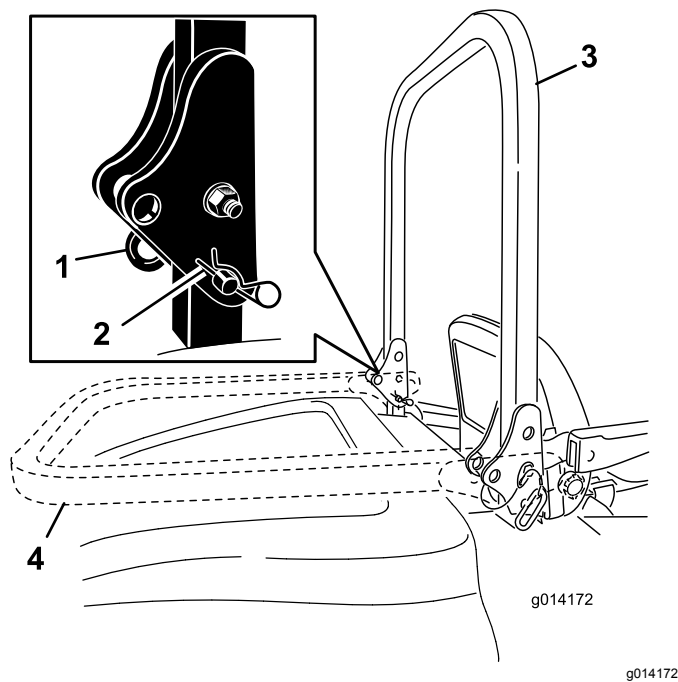

Figure 20
2. Retirez les 2 goupilles fendues puis les 2 axes (Figure 20).
3. Relevez l'arceau de sécurité à la verticale (Figure 20).
4. Fixez l'arceau de sécurité en position avec les 2 axes et les 2 goupilles fendues (Figure 20).
1. Retirez les goupilles fendues, poussez l'arceau de sécurité en avant contre les ressorts et retirez les 2 axes (Figure 20).
2. Faites pivoter l'arceau de sécurité à la position abaissée (Figure 20).
3. Insérez les 2 axes dans les plaques de pivot et fixez-les avec les 2 goupilles fendues (Figure 20).